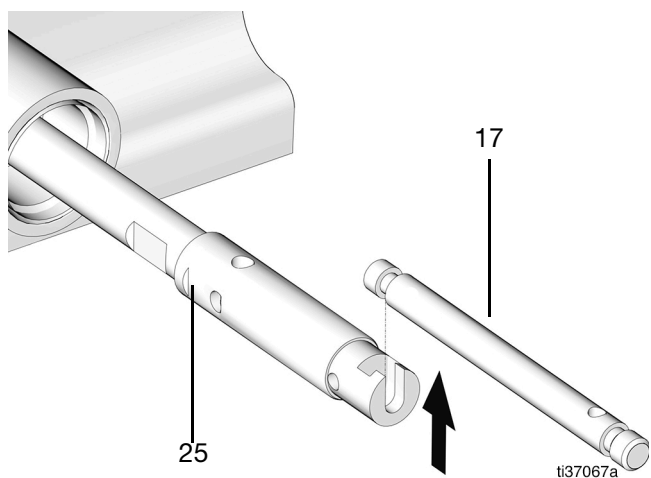

FIG. 42
- 26. Retirez la tige shovel (17) du piston de pompe (25) (FIG. 42).